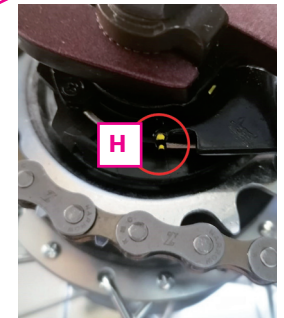

Abb. 16
1. Am Schaltgriff (3) vom 1. in den 4. Gang schalten.
2. Prüfen, ob die gelbe Markierung (H) (Abb. 16) am Schaltwerk parallel gegenüberstehen.